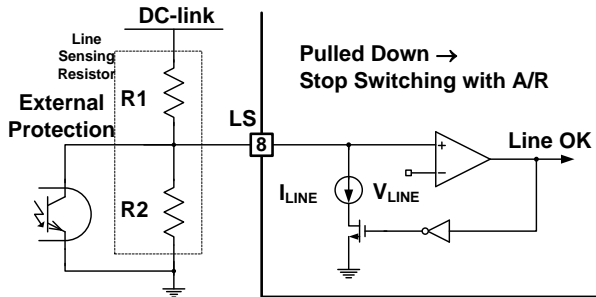

图 26. 外部保护电路
**7. 简单远程开关：**可使用可选自动重启模式关断功率级，如图 26 所示。